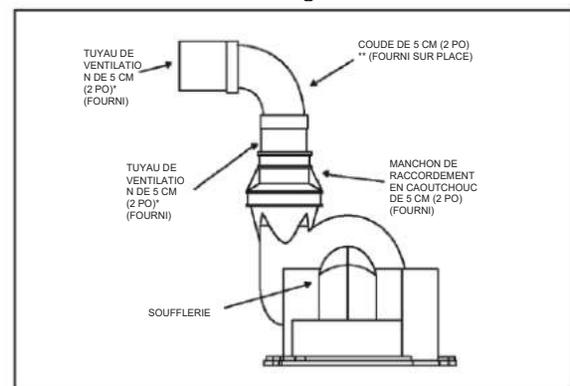

Fig. 22
6. Si le tuyau de sortie de ventilation doit être tourné directement à l'horizontale dans le sens opposé à la soufflerie, une section de tuyau de ventilation de 7,62 cm (3 po) de long doit être utilisée pour raccorder le coude au manchon de raccordement en caoutchouc (voir Figure 22).